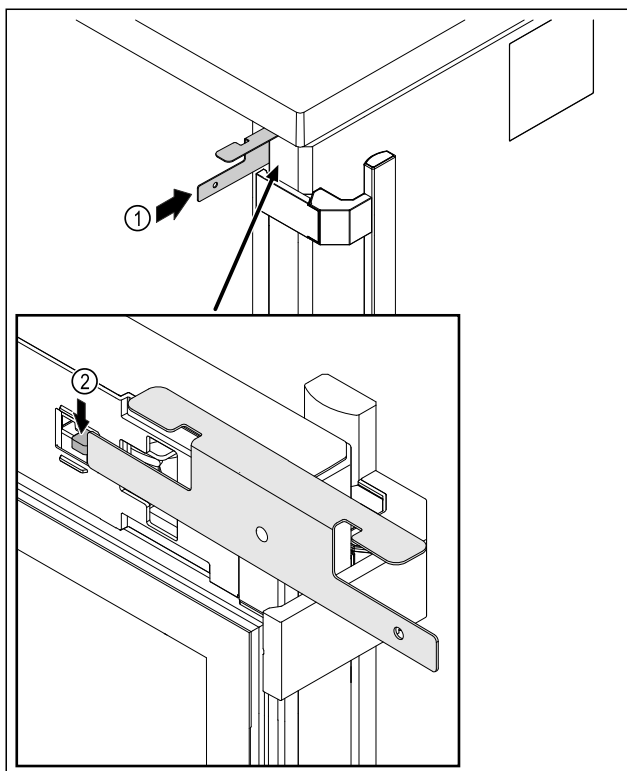

Fig. 218
- Klíč pro nouzové odblokování Fig. 218 (1) zasuněte mezi dveře a korpus spotřebiče.
- Háček zámku Fig. 218 (2) tlačte směrem k závěsu.